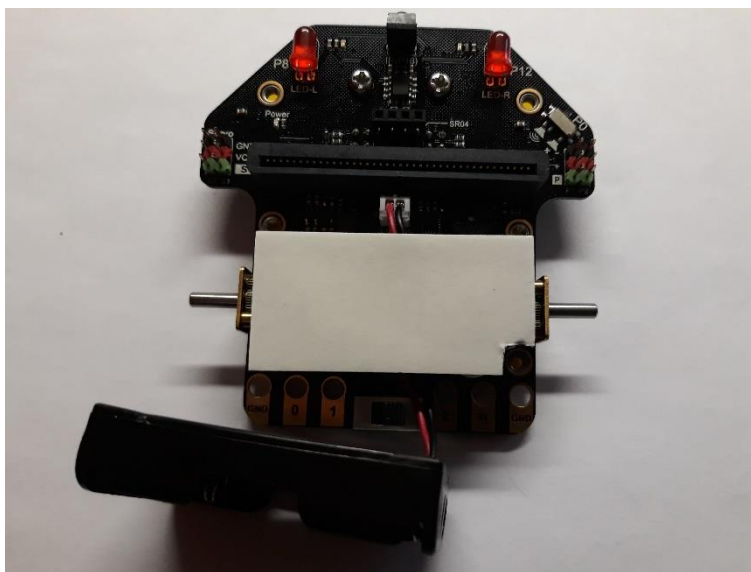
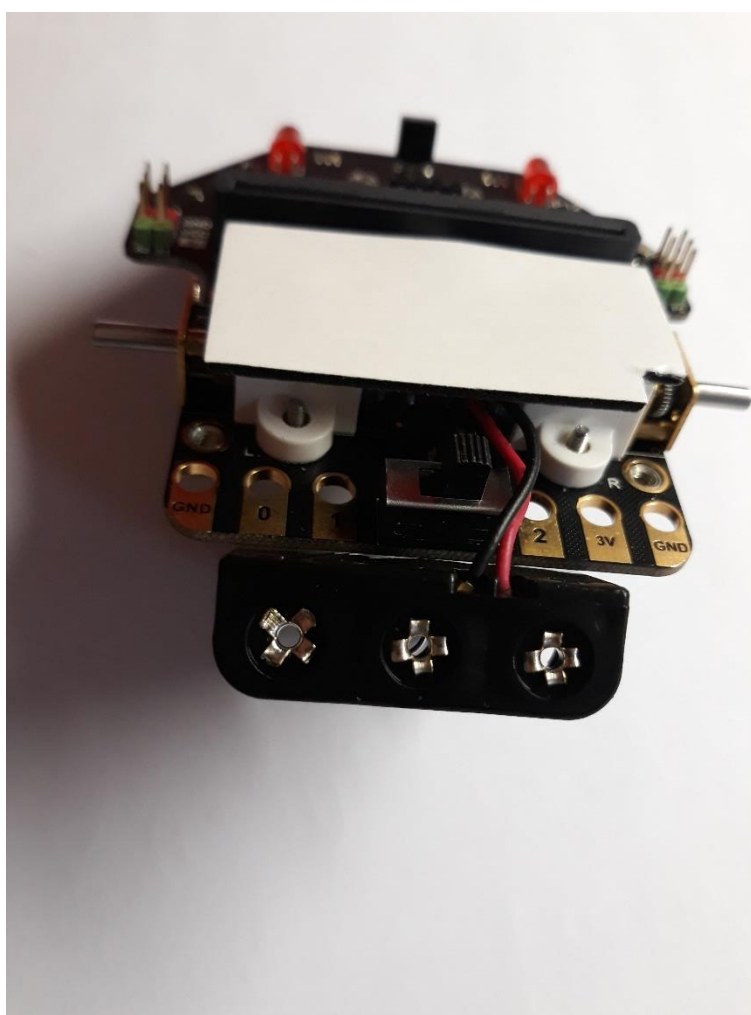

Fig. 16 : Adhésif collé au corps du robot.
Fig. 17 : Position sous l'adhésif du câble d'alimentation.
3. Coller l'adhésif au corps avec le carré découpé à l'arrière du moteur droit du robot (fig. 16). Le câble d'alimentation du boîtier à piles doit passer sous l'adhésif (fig. 17).